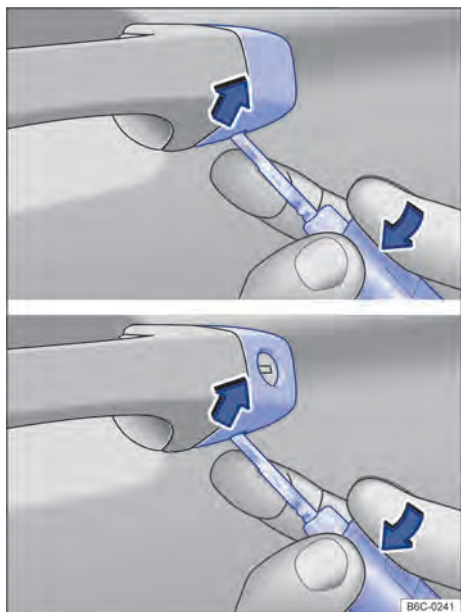

Fig. 51 Manilla la puerta del conductor: desacoplar la caperuza.
- Levantar la caperuza con la llave del vehículo en el sentido de la flecha → fig. 51.